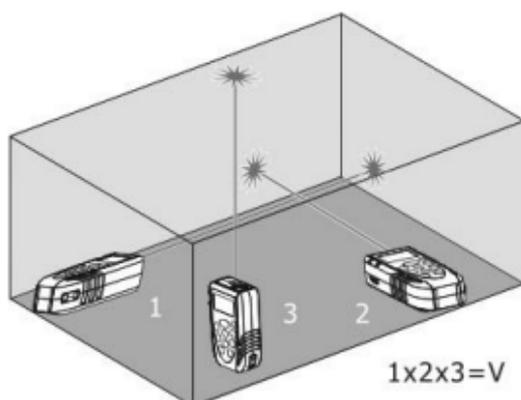

Fig. 6: Ejemplo de medida de Volumen
3. Pulse la tecla  para realizar la primera medida (longitud) de la superficie (vea Fig. 6). El valor correspondiente se inserta en la primera pantalla parcial. El símbolo  se muestra con el lado "1" parpadeante
4. Pulse nuevamente la tecla  para realizar la segunda medida (anchura) de la superficie (vea Fig. 6). El valor correspondiente se inserta en la segunda pantalla parcial. El valor del
5. Pulse otra vez la tecla  para realizar la tercera medida (altura) (vea Fig. 6). El valor total del volumen se muestra en la pantalla resultante pantalla principal